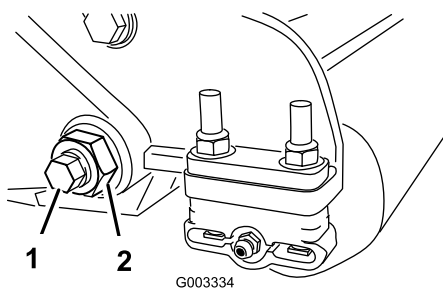
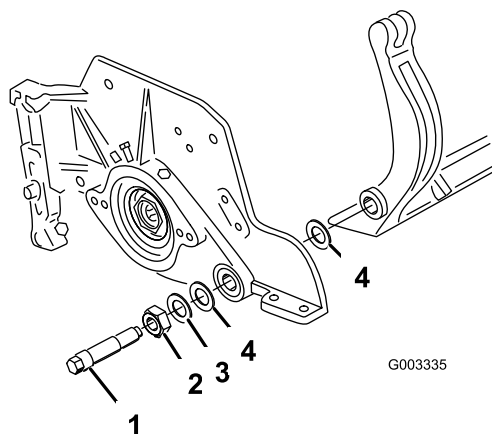

Figure 26
Figure 27
3. De chaque côté de la machine, desserrez le contre-écrou de fixation du boulon de la barre d'appui (Figure 26).
4. Retirez les boulons de la barre d'appui de façon à pouvoir abaisser la barre et la déposer de la machine (Figure 26). Mettez de côté les 2 rondelles en nylon et la rondelle en acier estampé situées de chaque côté de la barre d'appui (Figure 27).
2. Fixez la barre d'appui sur chaque plaque latérale avec les boulons (munis d'écrous) et 6 rondelles. Une rondelle en nylon doit être placée de chaque côté du bossage de la plaque latérale. Placez une rondelle en acier à l'extérieur de chaque rondelle en nylon (Figure 27). Serrez les boulons de la barre d'appui à 37-45 Nm. Serrez les contre-écrous jusqu'à ce que les rondelles en acier extérieures cessent de tourner et qu'il n'y ait plus de jeu axial ; toutefois, ne serrez pas excessivement et ne fléchissez pas les plaques latérales. Les rondelles peuvent présenter un espace à l'intérieur.